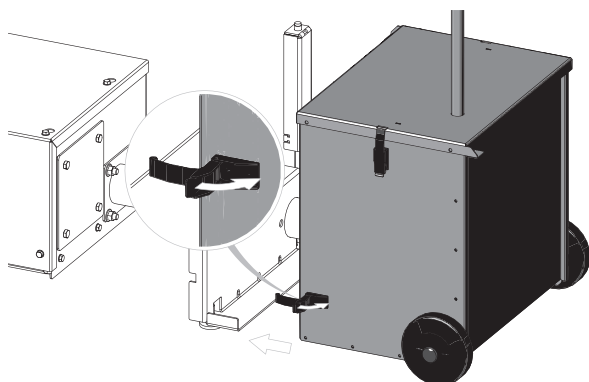

Fig. 231
► Fissare il contenitore cenere con entrambe le chiusure a staffa inferiori – Fig. 231.